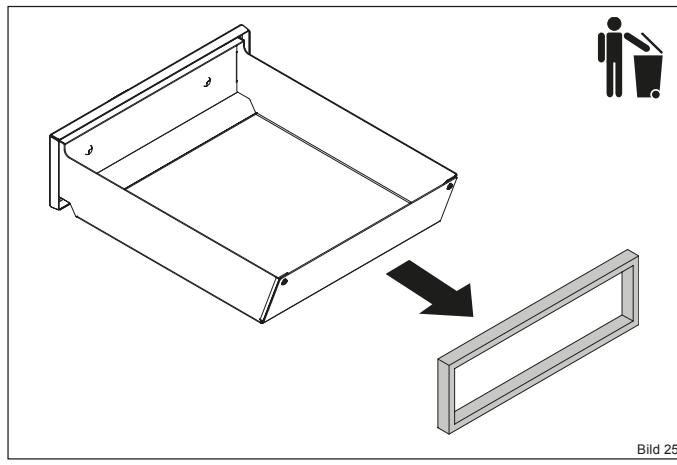

Bild 25
- Ziehen Sie die alte Dichtung aus der Führung heraus und entsorgen Sie diese im Abfall (Bild 25).